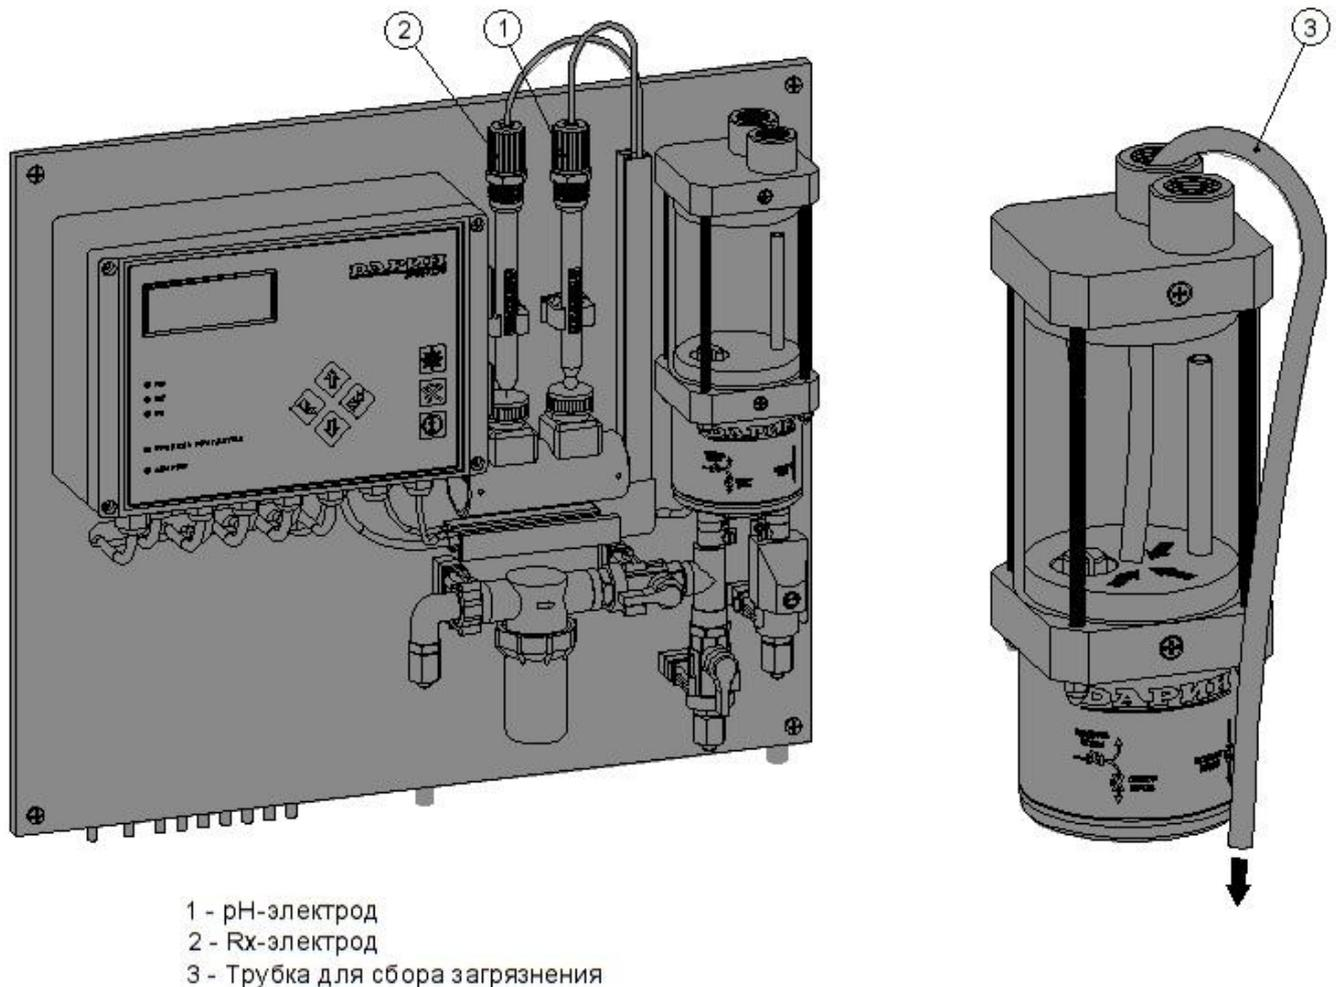

Рис.6.2-1 Очистка дна проточной камеры измерительной ячейки Rx, pH
- выкрутить из ячейки рН-электрод и Rх-электрод; эти электроды поместить в держатели электродов (см. рис.6.2-1, поз. 1 и 2);
- опустить один конец трубки на дно проточной камеры измерительной ячейки, а на другом конце трубки создать разрежение, чтобы из проточной камеры пошла вода, и опустить этот другой конец трубки в приёмную ёмкость (см. рис.6.2-1, поз. 3);